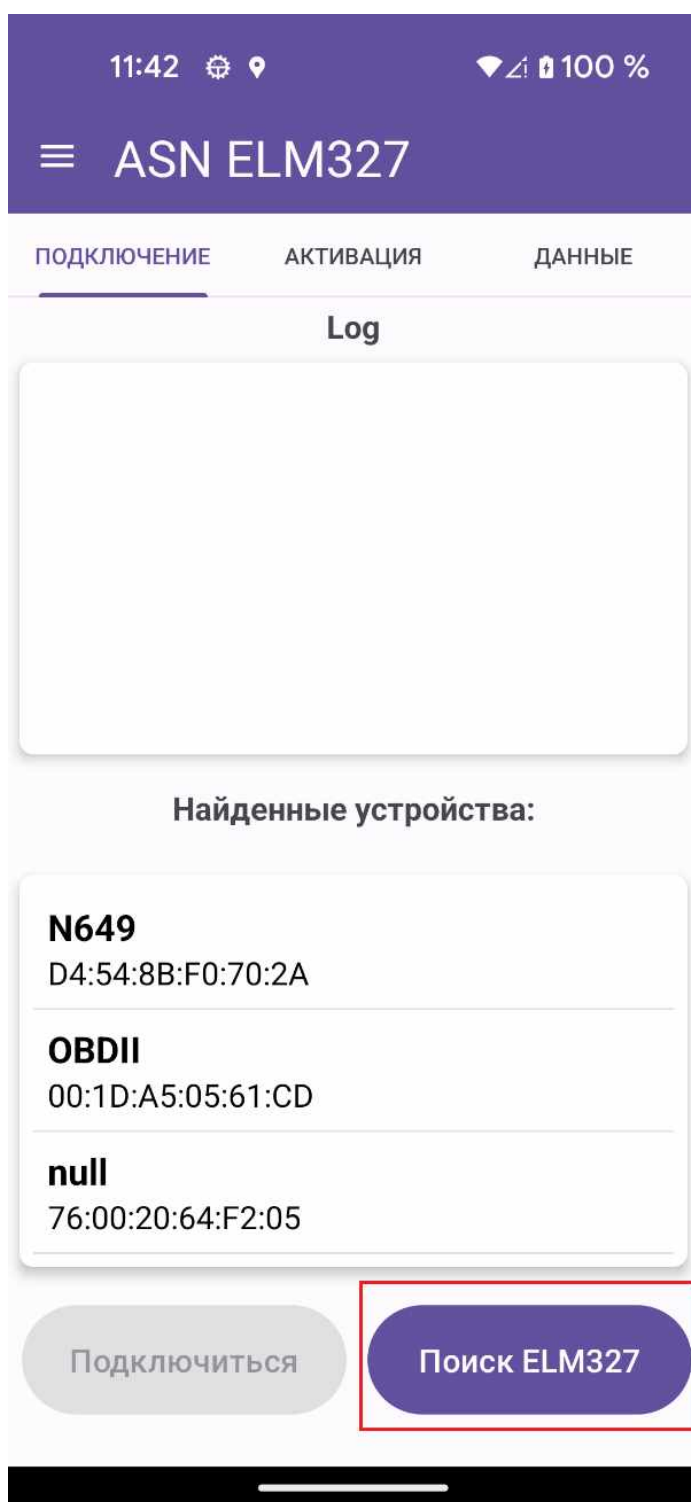

Рисунок 18 – Поиск устройства подключения
3) В этом окне необходимо нажать на кнопку «Поиск ELM327» (рис. 18), для нахождения устройства, к которому должен подключиться смартфон (используемый адаптер). В разделе окна интерфейса «Найденные устройства» по мере поиска будут отображаться найденные устройства.